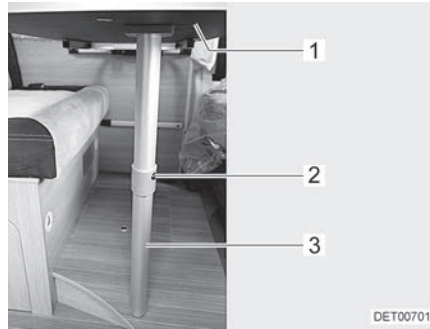

Bild 59 Sängstomme
- Lyft upp bordsskivan (Bild 59,1) något framtill.
- Tryck på låsknappen (Bild 59,2) och fäll upp den nedre delen av det ledade stödbenet (Bild 59,3) 90°.